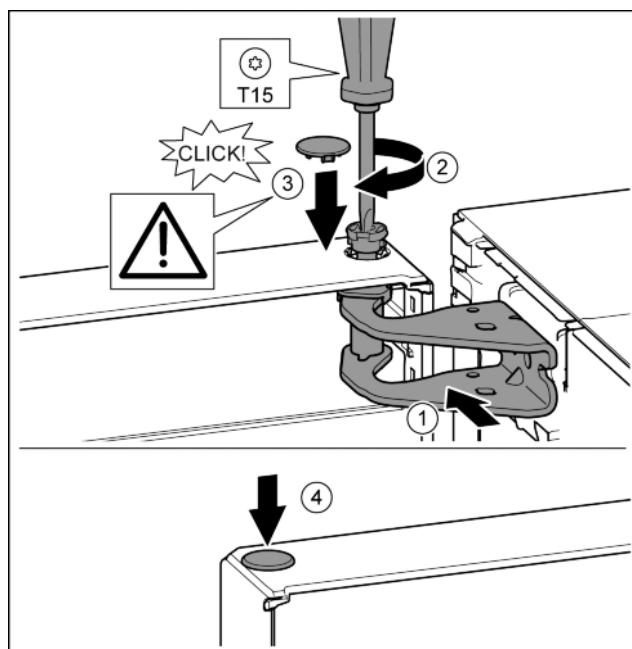

Fig. 16
- Дверь сверху выровнять по отверстию в опорном кронштейне. Fig. 16 (1)
- Вставить палец и затянуть отверткой T15. Fig. 16 (2)
- Установить предохранительную крышку для защиты двери: вставить предохранительную крышку и проверить, прилегает ли она к двери. В ином случае вставить палец полностью. Fig. 16 (3)
- Вставить заглушку. Fig. 16 (4)